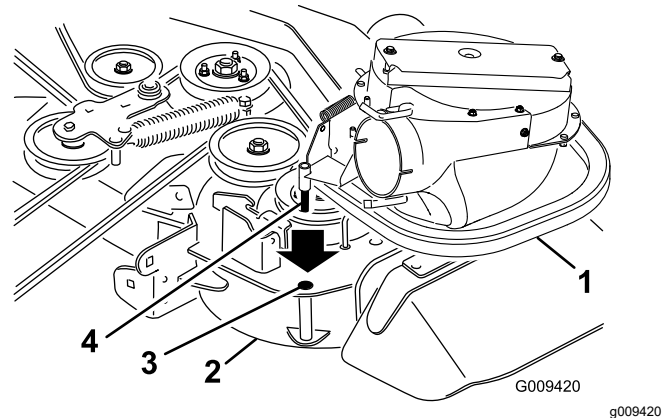
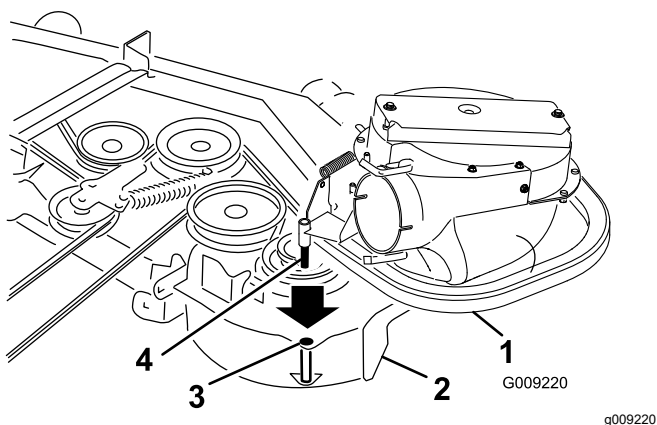

Figura 17
Figura 18
2. Deslize cavilha da estrutura do soprador para o orifício da articulação (Figura 17 ou Figura 18).